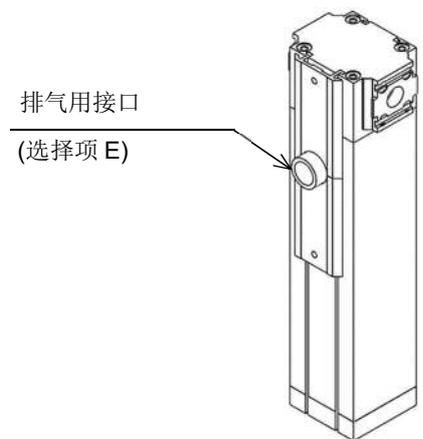

图 4
- 4) NS-3S、3L 系列带有排气用接口(选择项 E)的情况，管道连接时请使用内径  $8\text{mm}$  以上，长度  $3\text{m}$  以内的胶皮管或者管材。（如图 4 所示）
- 5) NS-4S、4L 系列带有排气用接口(选择项 E)的情况，管道连接时请使用内径  $8.9\text{mm}$  以上，长度  $2\text{m}$  以内的胶皮管或者管材。（如图 4 所示）